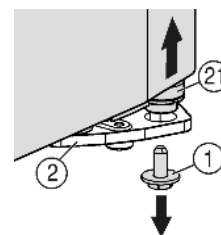
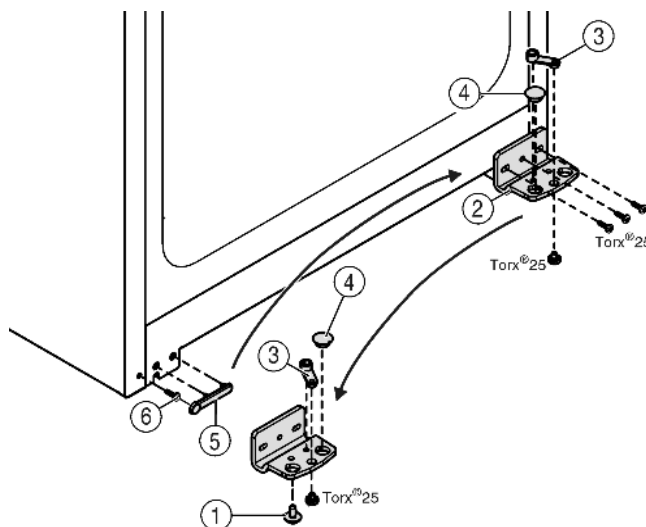

Fig. 5
Fig. 6
- ▶ Внизу справа на опорном кронштейне выкрутите фиксирующий винт Fig. 5 (1).
- ▶ Опорный палец Fig. 5 (21) можно извлечь из опорного кронштейна Fig. 6 (2).
- ▶ Если не удается извлечь опорный палец Fig. 5 (21), нажмите на него снизу.
- ▶ Открутите опорный кронштейн Fig. 6 (2).
- ▶ Открутите опорную деталь Fig. 6 (3) и, переставив в отверстие на противоположной стороне опорного кронштейна, снова прикрутите.
- ▶ Извлеките заглушку Fig. 6 (4) из опорного кронштейна и переставьте ее в отверстие на противоположной стороне опорного кронштейна.
- ▶ Осторожно снимите крышку со стороны ручки Fig. 6 (5).
- ▶ Выкрутите болт Fig. 6 (6) и вкрутите на противоположной стороне.
- ▶ Снова установите крышку Fig. 6 (5).
- ▶ Снова прикрутите опорный кронштейн Fig. 6 (2) на новой стороне шарнира (с моментом 4 Нм). При необходимости используйте аккумуляторный шурупверт.
- ▶ Вкрутите фиксирующий винт Fig. 5 (1) внизу в опорный палец и затяните (с моментом 4 Нм).